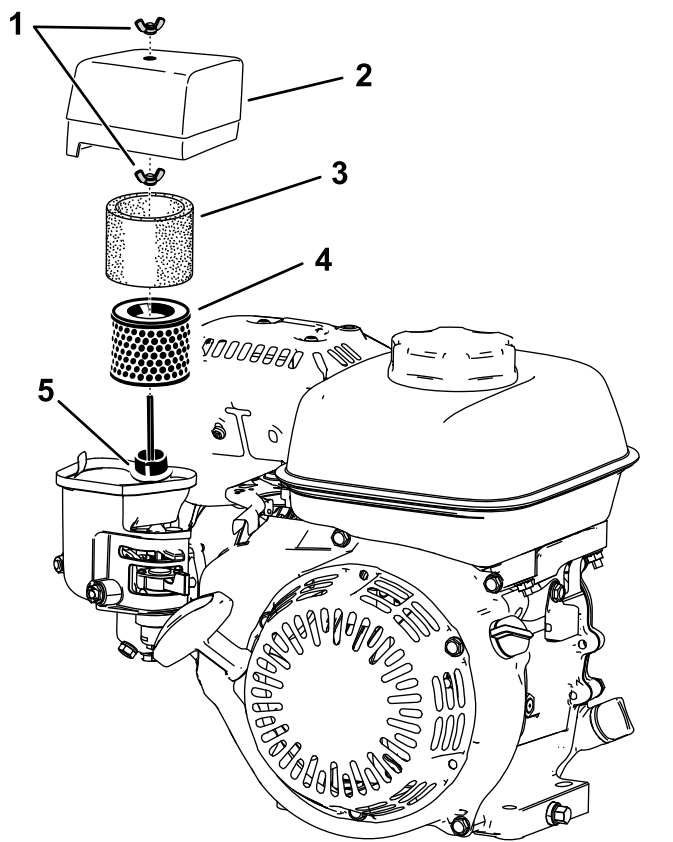

Bild 31
- Entfernen Sie die Flügelmutter, mit der die Luftfilterabdeckung befestigt ist (Bild 31).